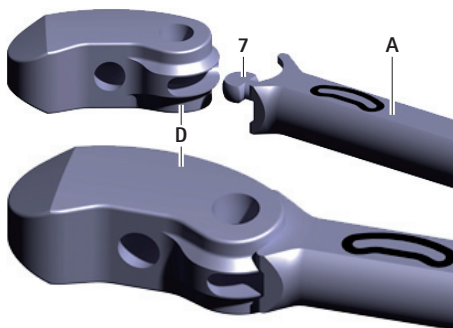

Fig. 2 Collegamento dell'impianto di prova allo strumento inseritore
- Accoppiare l'impianto di prova D al diedro 7 dello strumento inseritore A, vedere Fig. 2. Fare attenzione all'orientamento dell'impianto di prova (orientamento sulla base della scritta presente sullo strumento inseritore).